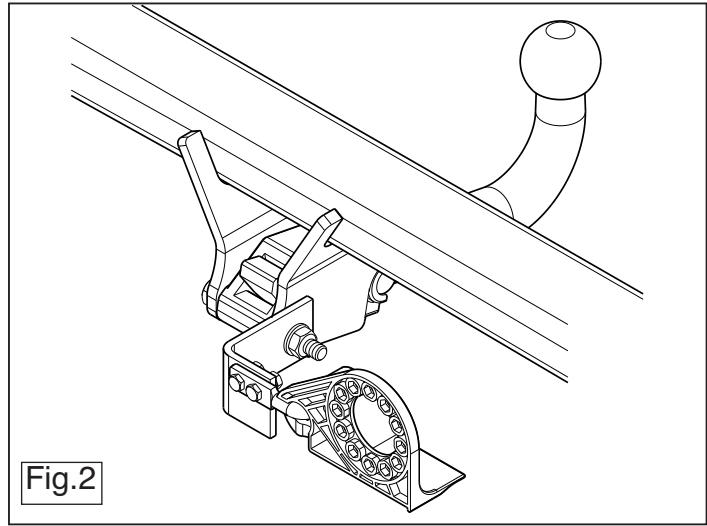

Fig.2
- Zamontować składaną płytę z gniazdem wtykowym patrz rysunek 2.